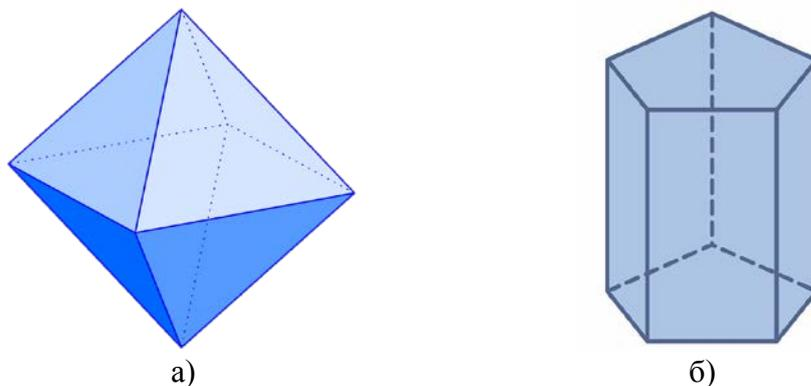

Рисунок 1 – Многогранники
*Используя приведенные микрофотографии, полученные с помощью растровой электронной микроскопии, а также масштабную линейку в нижнем правом углу фотографий (рисунок 1), произвести визуальную оценку, а затем описать структурно-морфологические (размер, форма частиц, их взаимное расположение, степень взаимодействия между собой). На основании имеющей научной литературы предложить возможные фазы и минеральные образования в структуре исследуемого вещества.*
Задача 1. Определите все имеющиеся у моделей элементы симметрии (рисунок 1). Запишите обозначение Бравэ и определите категорию и сингонию данных моделей кристаллического многогранника.